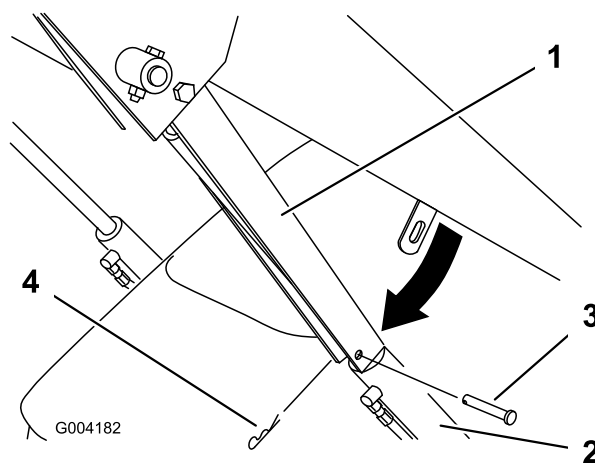

Figure 24
4. Enlevez la goupille fendue et l'axe de chape qui fixent le verrou de vérin au bras de chargeuse (Figure 24).
5. Abaissez le dispositif de verrouillage sur la tige du vérin et fixez-le en position à l'aide de l'axe de chape et de la goupille fendue (Figure 24).